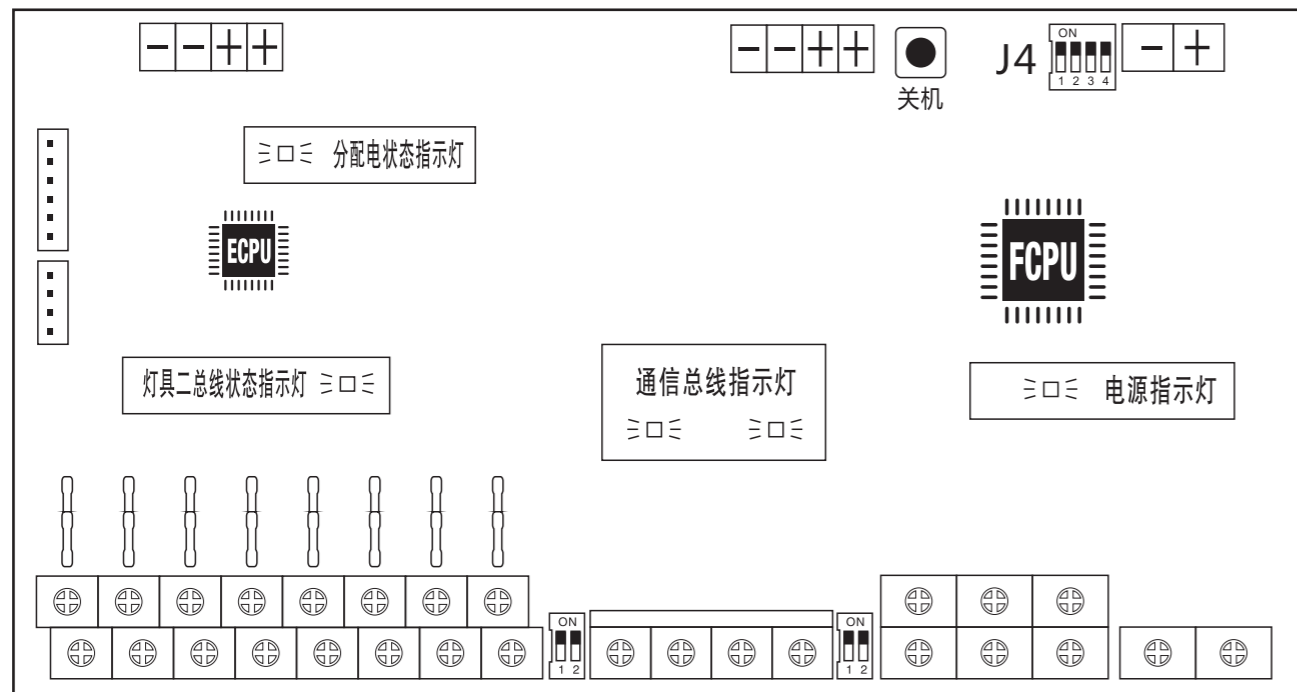

图33
E：表示ECPU芯片版本日期(见图33)
F：表示FCPU芯片版本日期(见图33)
(2)、主控模块指示灯(见图33)
拨码开关的使用(见图33)